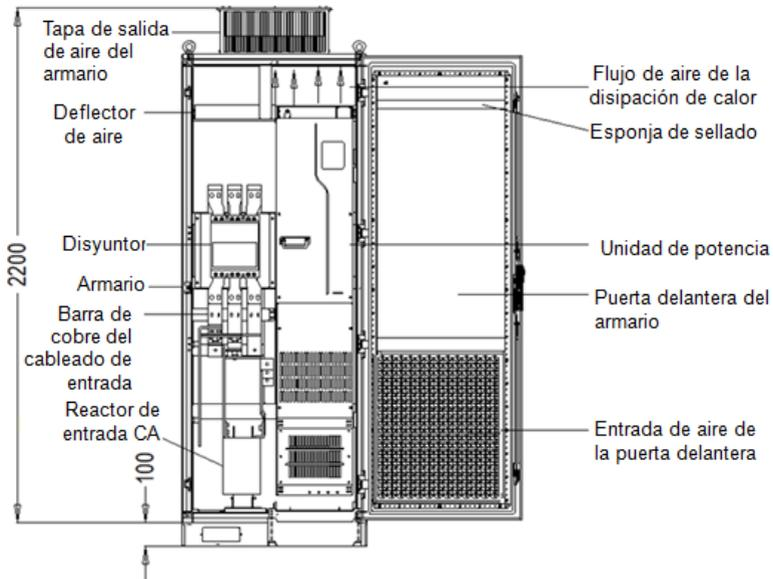

Figura 4-10 Disposición recomendada del armario
- ✧ Para el montaje dentro del armario, consulte el diagrama de distribución del armario Figura 4-10. El marco del armario es de 2200*800*600 (unidad: mm, incluyendo la cubierta superior de ventilación del armario H200). Para asegurar el montaje dentro del armario, debe montar la base del armario H100. El deflector de aire debe montarse en la parte superior del armario para evitar que el aire caliente de la salida de la unidad VFD circule por dentro del armario. Se debe utilizar una esponja de sellado de 40X40 en la posición correspondiente al deflector de aire del panel de la puerta delantera, lo que evita el cortocircuito del conducto de aire. Además, los orificios de entrada de aire deben realizarse en la parte inferior de la puerta del armario.